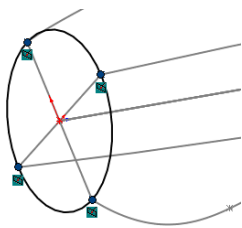

图 4-90 添加“穿透”约束
- 03 单击【草图】选项卡中的【添加几何关系】按钮，将椭圆的 4 个轴点分别与 4 个灰色曲线添加“穿透”约束，如图 4-90 所示。